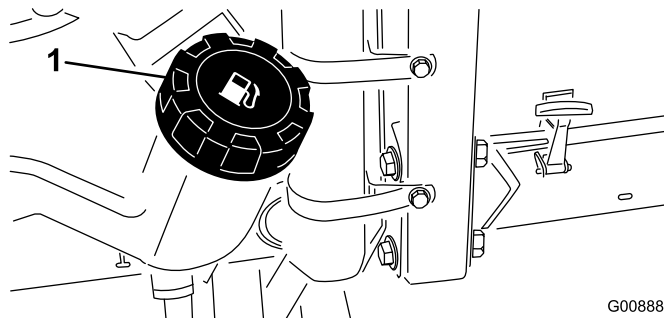

図 29
2. 燃料タンクのキャップ **図 29**の周囲をきれいに拭く。